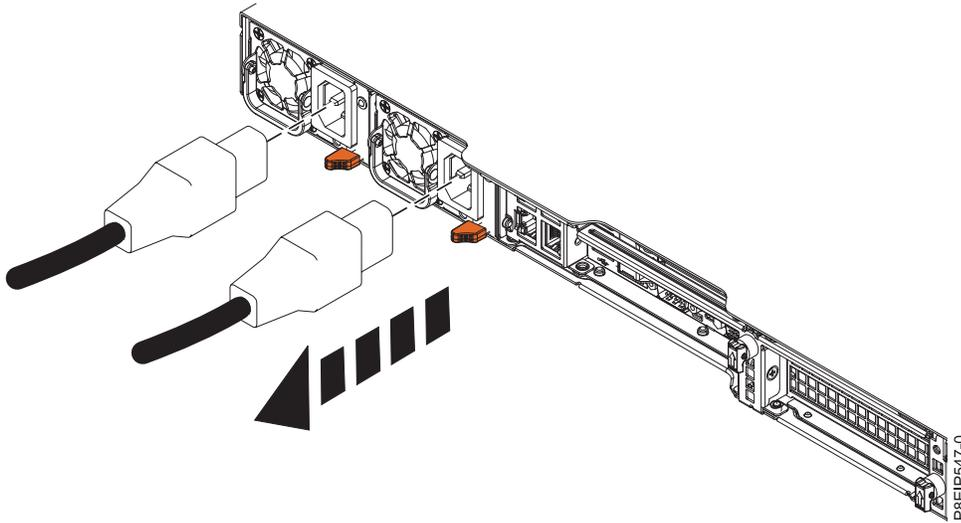

Abbildung 71. Netzkabel vom System abziehen
2. Kennzeichnen Sie die Netzkabel und ziehen Sie sie von der Systemeinheit ab (siehe Abb. 71).